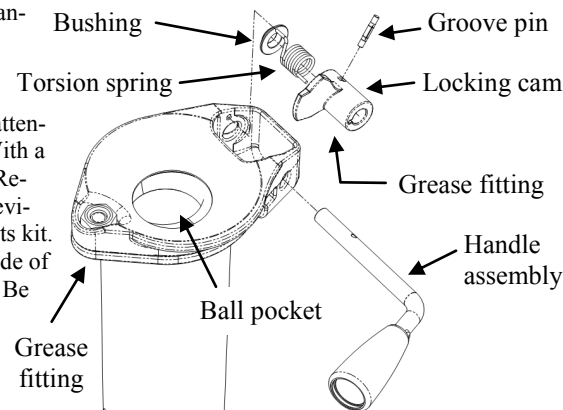

Figure 1
1. Loosen set bolts, remove load bearing pin and lower coupler assembly from trailer. With ball pocket facing up (Fig. 1), take visual note of the parts and their orientation, paying particular attention to the function of the handle and locking cam. Rotate handle exposing the groove pin. With a punch, remove the groove pin and slide handle from the coupler. Remove and discard all old parts. **DO NOT** reassemble using any previously existing parts—only use components supplied within the parts kit.
1. Desserrer les boulons de réglage, retirer la cheville porteuse et l'ensemble inférieur du coupleur de la remorque. Avec le logement de la boule vers le haut (Fig. 1), repérer visuellement les pièces et leur orientation, en accordant une attention particulière à la fonction de la poignée et de la came de verrouillage.